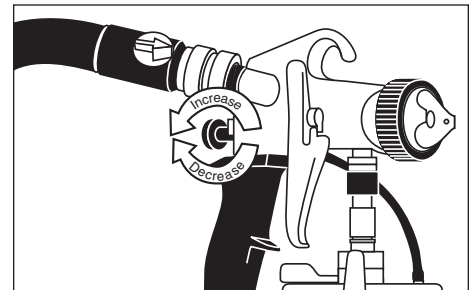

Figura 10 - Ajuste do fluxo de material
- sentido anti-horário para aumentar o fluxo (Veja a Figura 10).